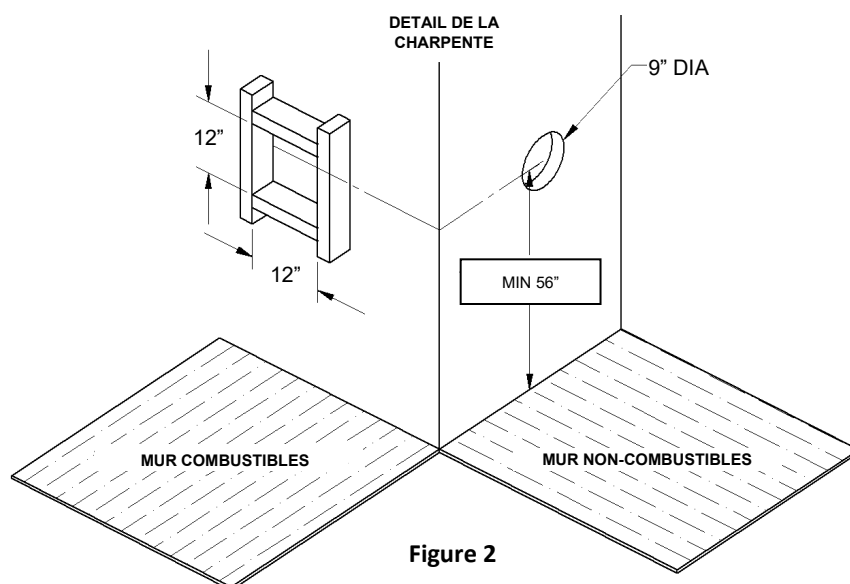

Figure 2
1. Pour déterminer la distance minimale entre le plancher du foyer et le centre de l'évent voir la page Comment encastrer votre foyer. Percez le mur en prévoyant un espace pour un manchon de 12po x 12po (diamètre intérieur) pour les murs combustibles et un manchon de 9po de diamètre pour les murs non combustibles. (voir figure 2)